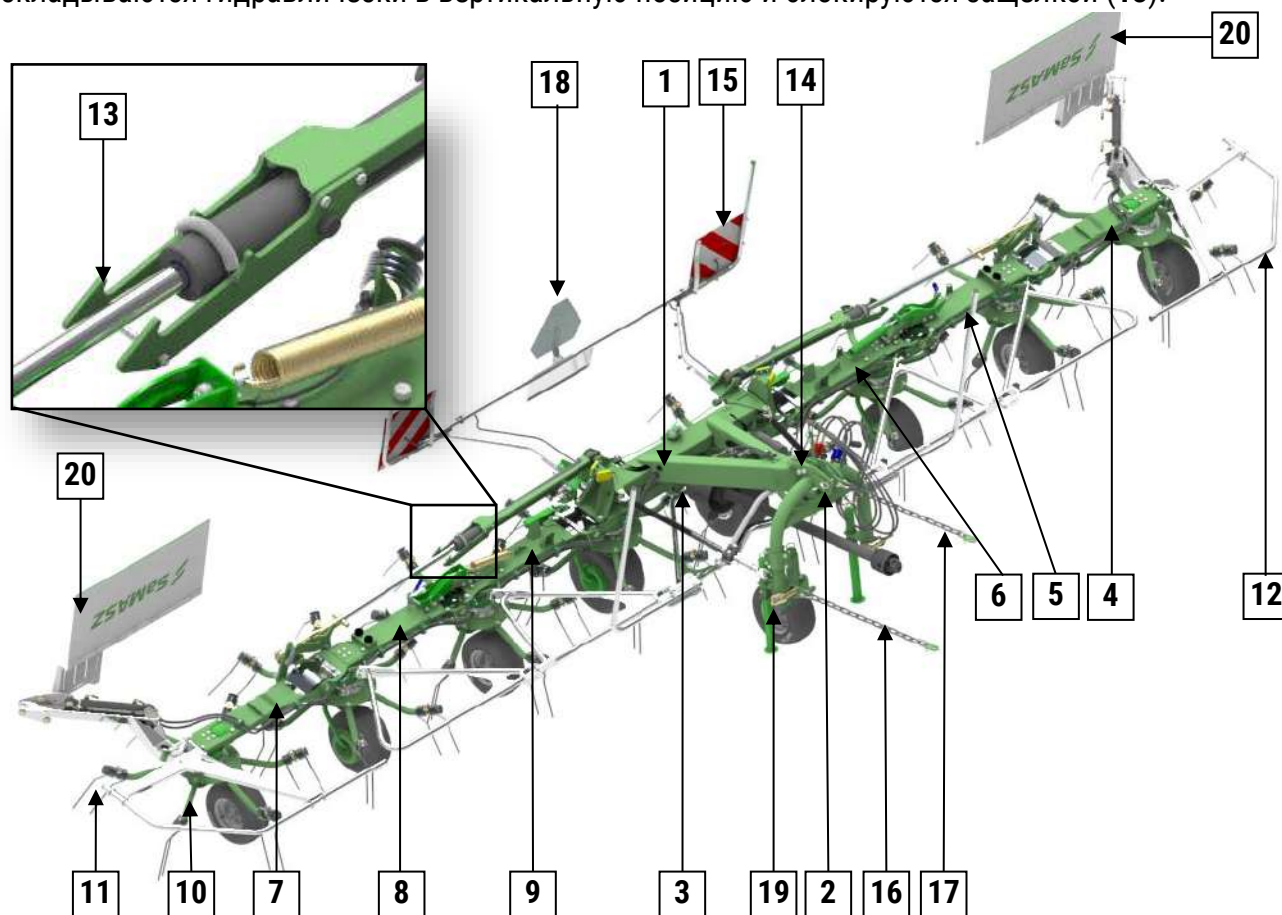

Рис. 5. Вид сеноворошилки с 8-мя роторами
Вид сеноворошилки с 8-мя роторами указан на **Рис. 5**. Рама подвески (1) с зацепом (2) позволяет подключить ворошилку к трехточечной системе подвески трактора. Привод от ВОМ трактора передается посредством угловой передачи на роторы. Ворошилка состоит из шести приводных систем (4), (5), (6), (7), (8), (9) а также главной (3), на которых установлены роторы состоящие из плеч (10) с пальцами (11). На раме и боковых приводных системах закреплены защитные кожухи (12). На время транспорта две наружные системы вместе с роторами складываются гидравлически в вертикальную позицию и блокируются защёлкой (13).